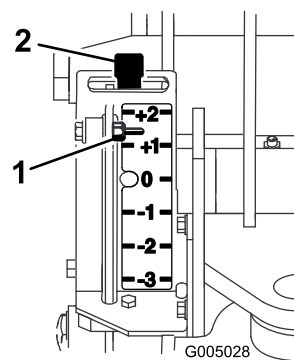
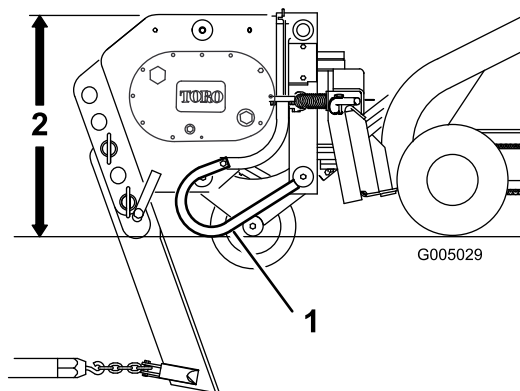

Figure 6
Figure 7
5. Inclinez la plaque de montage de l'accessoire en arrière pour que le haut de l'enfouisseuse soit parallèle au sol (Figure 7).
La jauge est située sur le côté gauche de l'enfouisseuse lorsqu'on se place face au groupe de déplacement. Une tige est placée entre la jauge et le sol. Lorsque l'enfouisseuse est soulevée, l'indicateur de la jauge descend. Des repères sur la jauge montrent le nombre de pouces au-dessous ou au-dessus de la profondeur maximum sélectionnée. La jauge est graduée de +2 à -3 pouces (+5 à -7,6 cm), zéro étant la profondeur maximum sur sol dénudé et -3 correspondant à 3 pouces (7,6 cm) au-dessus de la profondeur maximum. Les Figure 6 et Figure 7 illustrent la jauge.